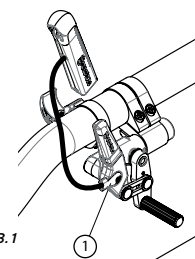

Fig. 28.1
- Allentate la vite (1) (Fig. 28.1).
- Allineate l'occhiello (2) con il foro di montaggio.
- Stringete di nuovo la vite (1) sulla leva di bloccaggio.